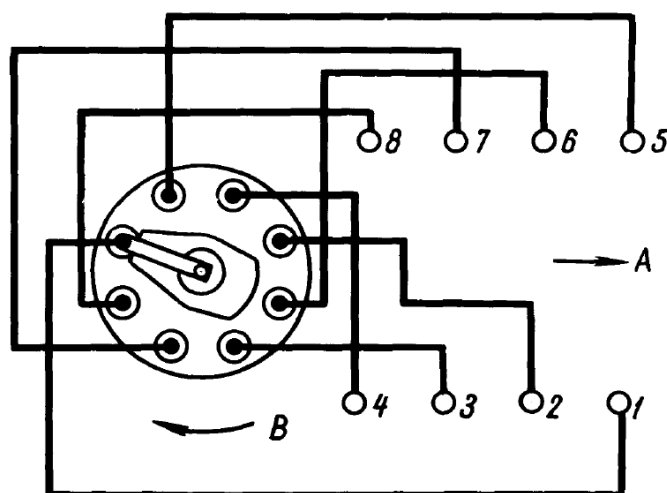

Рис.40. Подсоединение проводов от распределителя к свечам:
8. Установить крышку датчика - распределителя и подсоединить провода высокого напряжения от свечей в порядке 1-5-4-2-6-3-7-8, как указано на рис.40.